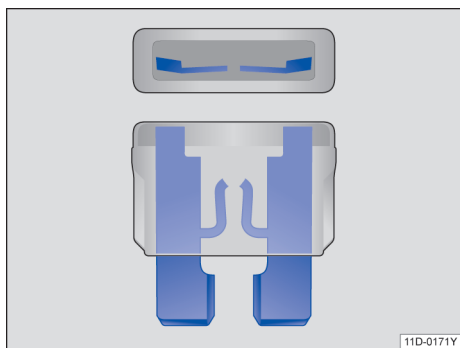

图 129 烧断的保险丝：扁平插入式保险丝
- 烧断的扁平插入式保险丝 (ATO[®]、MINI[®]、MAXI+[®]) 可从上面和侧面透过透明外壳通过熔断的金属条来识别 → 图 129。